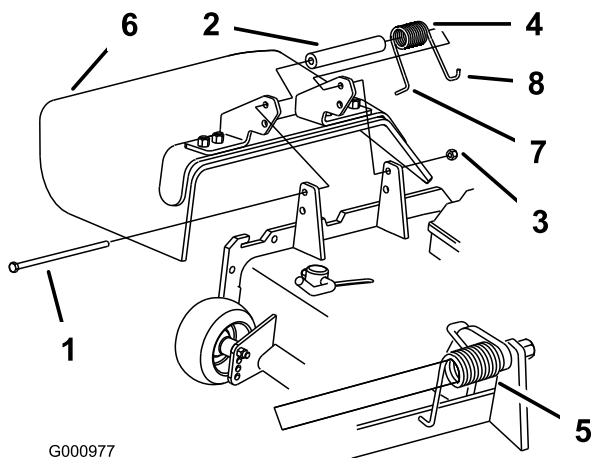

Bild 92
den Drehhalterungen befestigt ist (Bild 92). Entfernen Sie defekte oder abgenutzte Ablenkbleche.
Hinweis: Stellen Sie sicher, dass sich das L-Ende der Feder hinter der Mähwerkkannte befindet, bevor Sie die Schraube einführen, siehe Bild 92.
3. Setzen Sie die Schraube und Mutter ein. Führen Sie das J-förmige Hakenende der Feder um das Ablenkblech (Bild 92).